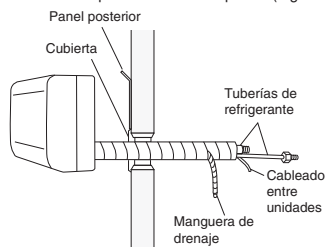

Fig. 3-60
- (1) Dé forma a los tubos de refrigerante de manera que puedan entrar fácilmente por el orificio de la pared. (Fig. 3-60)